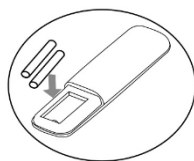

Abb.2
- Legen Sie zwei neue Batterien ein und achten Sie dabei auf die Polarität (Abb.2).